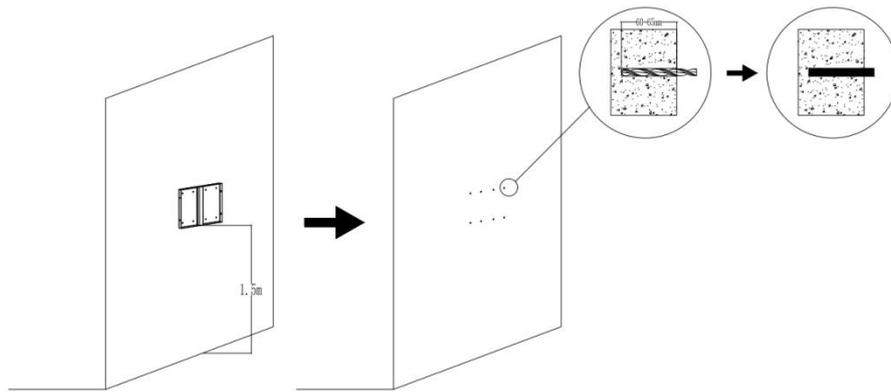

图 8：壁挂式安装图
- 使用冲击钻在标记的孔位钻 8 个直径为 $\varnothing 12\text{mm}$ 、深度为 60-65mm 的安装孔，然后将 8 个 M10*60mm 的膨胀螺栓敲入孔中，然后拧紧螺栓使其膨胀固定在孔内，再将螺母和垫片松开拿出。（如图 8）